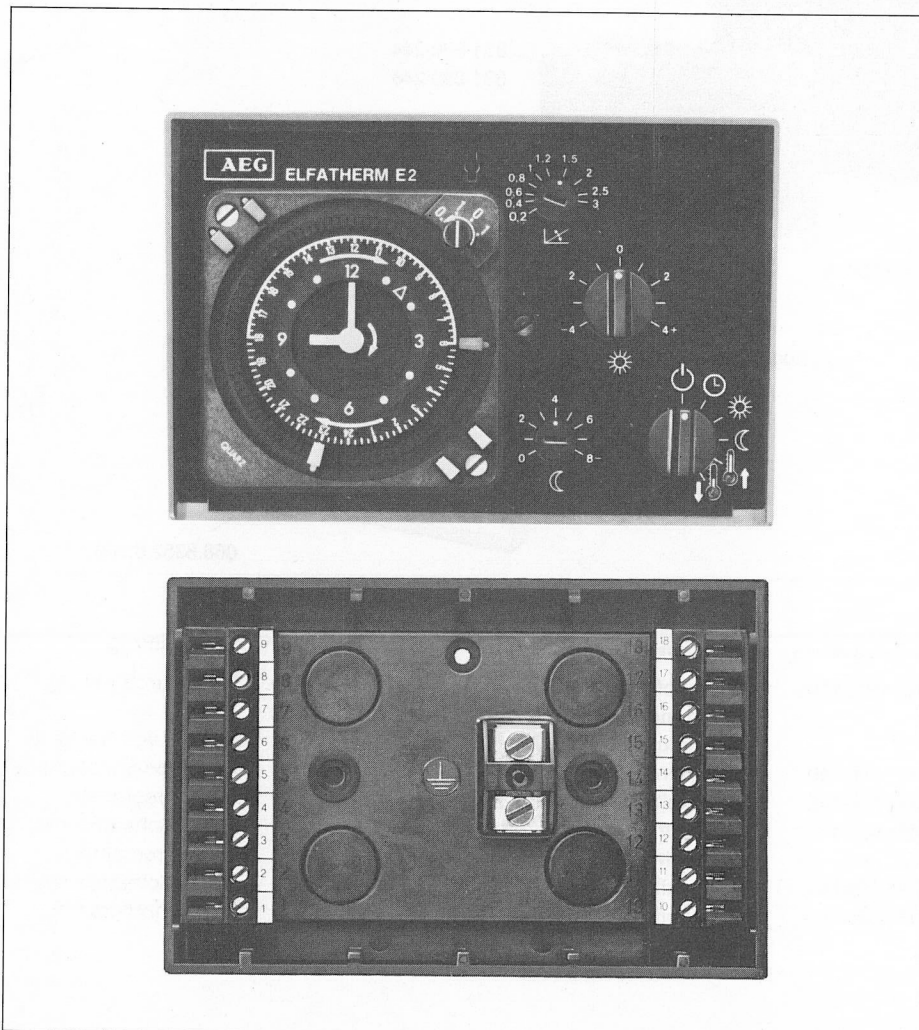

Bild 11 Zentralgerät E2M/E2MP mit Grundplatte
3.5 Zentralgerät ELFATHERM E2M/E2MP (Bild 11)